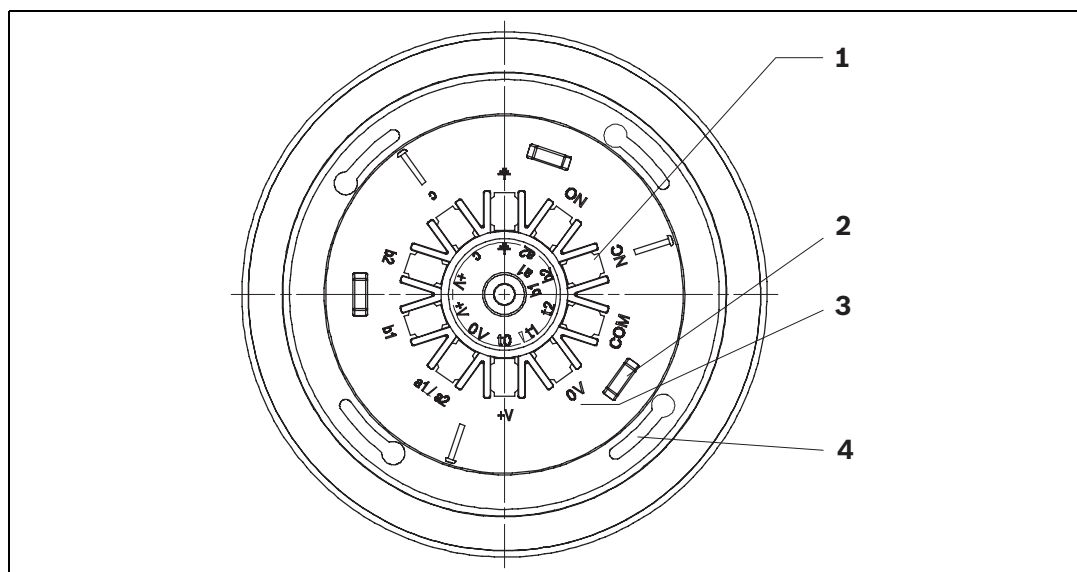

Figure 3.5 Vue en plan du socle
Câblez le socle LSN selon l'étiquetage de la bague extérieure (voir Figure 3.5 (3)).